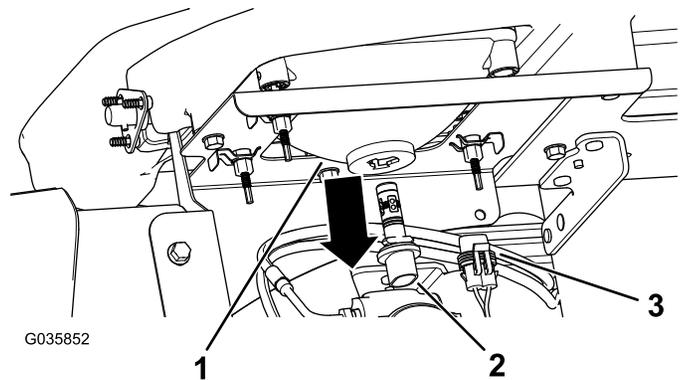

Figura 43
3. Desligue o conector elétrico para a cablagem do conector do conjunto da lâmpada, na parte de trás do compartimento do farol (Figura 43).
4. Rode o conjunto da lâmpada $\frac{1}{4}$ de volta para a esquerda e mova-o para trás, para fora do compartimento do farol (Figura 43).
5. Insira o novo conjunto da lâmpada e compartimento do farol e alinhe as linguetas no conjunto da lâmpada com as ranhuras no compartimento do farol (Figura 43).
6. Fixe o conjunto da lâmpada rodando-o $\frac{1}{4}$ de volta para a direita (Figura 43).
7. Ligue o conector elétrico para a cablagem ao conector do novo conjunto da lâmpada (Figura 43).